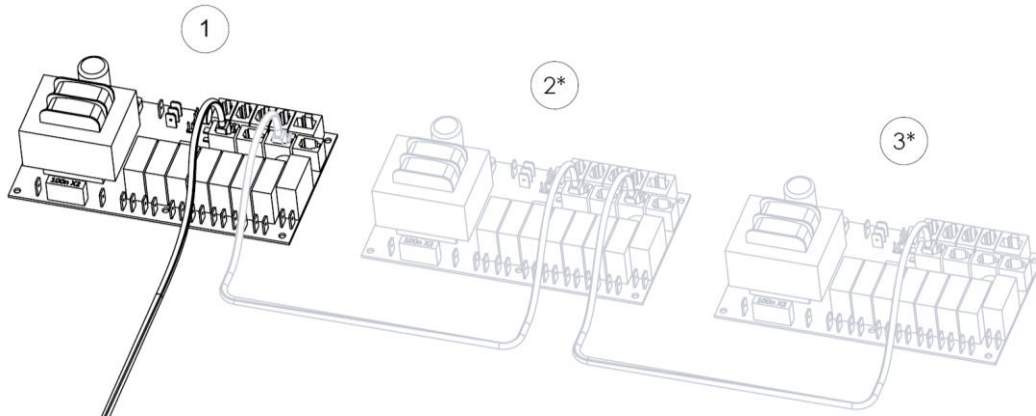

Fig. 18
För anslutning mellan generatorerna används en lågströmskabel (4-ledare) med en RJ10 kontakt, (Fig. 18.)
Se avsnitt "Beskrivning av modularkontakt" (Fig. 18) för mer information om pin-konfiguration.
Om en ånggenerator behöver service kan de andra upprätthålla drift. En generator som är inställd som secondary kopplas bort genom att ta ur sladden mellan kretskorten. (Fig. 18)
2. Lossa kabeln som leder mellan styrkorten (Fig. 18)